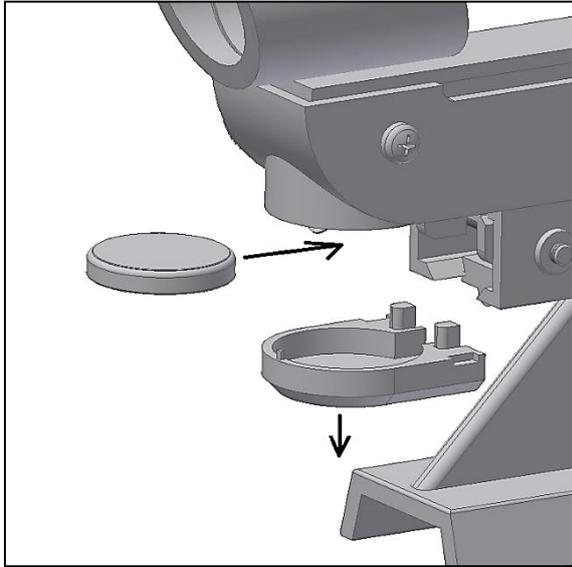

Figura 9. Extraiga la pila.
**4. Cambiar la pila.** Es preciso que el punto rojo se ilumine con la intensidad suficiente para que se aprecie durante la observación. Transcurridas algunas horas de funcionamiento, es posible que la luz se vaya atenuando hasta que llegue un momento en que no se vea. Es ahí cuando debe cambiar la pila. Apague el potenciómetro. A continuación, extraiga la tapa y la pila del compartimento de la pila para sustituirla por una nueva (figura 9 y 10). Asegúrese de que la pinza de la pila está en contacto sólido con la base de la pila. Vuelva a colocar la tapa de la pila para protegerla. Sitúe el potenciómetro en la posición ON y compruebe si el punto rojo brilla ahora con más intensidad. Siempre que no lo use, deje el buscador en la posición OFF para alargar la duración de la pila.